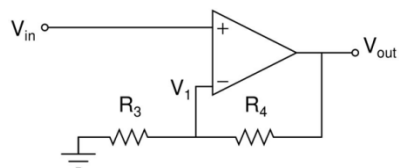

Fig. 3: Modelo simplificado do amplificador realimentado.
A análise deste amplificador pode ser simplificada como se o amplificador inteiro estivesse representado pelo bloco amplificador diferencial da Fig. 3, com duas entradas, estando a rede resistiva de realimentação conectada entre uma das entradas (inversora) e a saída do amplificador. Neste diagrama, considera-se que V_{in} é a entrada do amplificador (base de Q1 para sinal), V_1 é a base de Q2 e V_{out} é a saída conectada em CN2. Observe que C2 foi calculado de forma que sua reatância é desprezível na faixa de frequências do sinal, fazendo que para a faixa de áudio um dos terminais de R3 esteja praticamente aterrado.
- Encontre a expressão do ganho diferencial $A_{vo} = V_{out}/V_{dif}$ do amplificador para “pequenos sinais”, através dos modelos para pequenos sinais dos transistores e dos dados de manual, considerando como entradas de sinal as bases de Q1 e Q2 (pontos V_{in} e V_1 da Fig. 3).